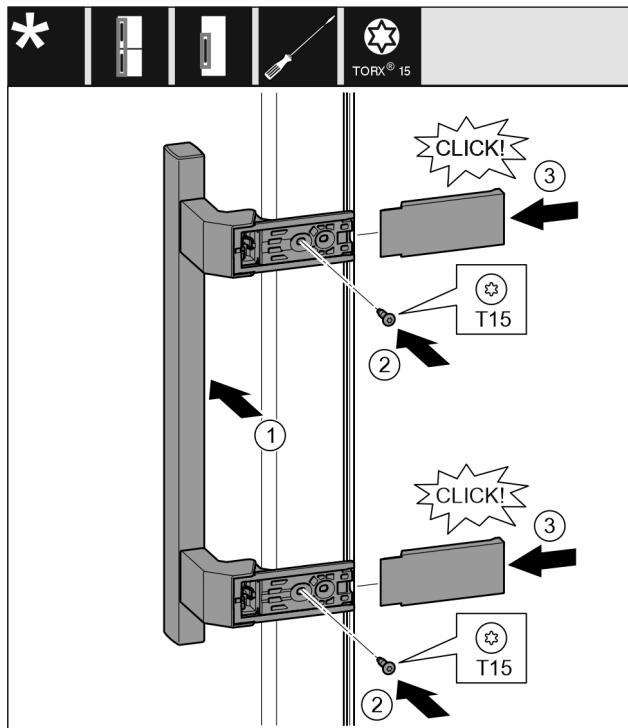

Fig. 16
- ▶ Držadlo nasadťte na opačnú stranu. Fig. 16 (1)
- ▶ Skrutkovačom T15 pevne zaskrutkujte skrutky. Fig. 16 (2)
- ▶ Kryt nasadťte a nasuňte z boku. Fig. 16 (3)